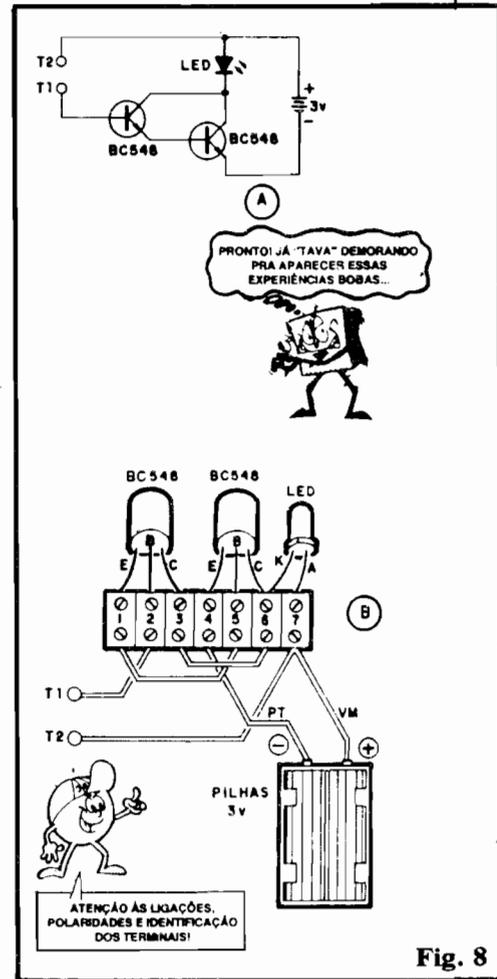

Fig. 8
- **FIG. 8-A** - Esqueminha do circuito da EXPERIÊNCIA... Conforme já foi dito, nada mais são do que dois transístores "enfileirados" de forma a "multiplicar" os seus ganhos (fatores de amplificação). Por enquanto não daremos detalhes teóricos a respeito (logo adiante falaremos nisso...). O importante, principalmente para o "Aluno recém-chegante" (e que deve, URGENTEMENTE, providenciar a aquisição das Revistas/Aula anteriores, para não ficar "boiando"...) é notar que um esquema nada mais é do que uma espécie de "mapa" do circuito, desenhado a partir das representações simbólicas dos componentes e suas ligações... Tanto os transístores quanto o LED **já foram** estudados nesses aspectos (aparência, símbolo, identificação de terminais...) e assim basta ao "Aluno" recorrer às informações já mostradas no nosso "Curso", se persistirem dúvidas...
- **FIG. 8-B** - Diagrama de montagem da EXPERIÊNCIA (chamamos de "chapeado" à vista **real** dos componentes, suas ligações e conexões com o "substrato" do circuito. No caso, usamos a "velha" (explicada nas primeiras "Aulas") técnica da montagem **sem solda**, sobre barra de conetores parafusáveis. **ATENÇÃO** às posições dos dois transístores (e à identificação dos seus terminais) e do LED (idem). Observar também a polaridade da alimentação (fio **vermelho** do suporte de pilhas corresponde ao **positivo**, e fio **preto** ao **negativo**...). Observar a numeração atribuída aos segmentos da barra, e que serve como referência para evitar erros, facilitando a identificação de cada ponto de ligação (aqueles números "não estão lá", na barra "real", mas todos Vocês sabem contar até sete, não...?). Não esquecer dos "jumpers" (pedaços simples de
Essa corrente (tês milionésimos de ampére) é absolutamente **insuficiente** para o acionamento do LED. Agora vamos nos concentrar no **ganho** dos transístores: cada um dos BC548 apresenta um hFE de, **no mínimo**, "110". Na configuração adotada para o circuito (fig. 8-A) a corrente de **emissor** (Ie) do primeiro BC548 constitui a total corrente de **base** (Ib) do segundo transístor, com o que o "fruto" da Saída do primeiro, "alimenta" a Entrada do segundo, obtendo-se, no conjunto, a multiplicação dos ganhos individuais! Vamos, então, calcular esse ganho total, "por baixo"...
contato T1 (aquele que - ver esquema - está diretamente ligado ao terminal de **base** do primeiro transístor...) o LED **também** acenderá, ainda que fracamente... Como isso terá sido possível?! O nosso corpo, razoavelmente condutor, como já explicamos, funciona como um "pedaço de fio" na presença de um campo magnético, gerado pela eletricidade "passando" pela fiação da instalação elétrica do local (aquele "monte" de fios que estão dentro das paredes, aí da sua casa...). Se lembrarmos da "Lição" sobre os EFEITOS MAGNÉTICOS DA CORRENTE (ABC nº 4) podemos então entender que o corpo de uma pessoa pode (e efetivamente funciona...) funcionar como o SECUNDÁRIO de um "transformador", recebendo e manifestando, por indução, uma certa tensão (que pode até ser medida por aparelhos sensíveis, à superfície da pele...). Pois bem... Essa pequeníssima tensão, introduzida diretamente à **base** do primeiro transístor do arranjo (fig. 8-A) determina uma "correntinha" extremamente fraca que, porém, após a "bravíssima" amplificação proporcionada pelo par de transístores "enfileirados", manifesta-se com intensidade suficiente (no **coletor** do segundo transístor...) para acender o LED, ainda que com luz fraquinha! Deu pra sentir o **poder** de amplificação de um "miserável" par de transístores...?
- **FIG. 11** - O arranjo mostrado originalmente para a EXPERIÊNCIA (fig. 8-A) nada mais é do que um **acoplamento** entre dois blocos de amplificação (cada um formado unicamente por **um** transístor...). Essa configuração é especificamente chamada de **DARLINGTON** e na verdade forma, a partir de dois transístores, um "super-transístor", de elevadíssimo ganho (produto do hFE dos dois componentes acoplados...). Externamente observando o conjunto, os dois **coletor**
- **FIG. 12-A** - Com dois transistores PNP também pode ser "construído" um **Darlington**. O arranjo é absolutamente semelhante ao formado por unidades NPN (como nas figs. 8-A e 11), porém sempre considerando que as polarizações serão todas "invertidas"...